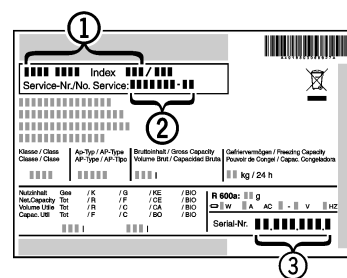

Fig. 9
- ▶ Designação da unidade *Fig. 9 (1)*, Serviço-Nº. *Fig. 9 (2)* e Nº de série. *Fig. 9 (3)* ler da placa de nome. A placa de nome se encontra no lado interno esquerdo da unidade.
- ▶ Comunicar o Serviço de Atendimento a Clientes e a falha, designação da unidade *Fig. 9 (1)*, Serviço-Nº. *Fig. 9 (2)* e Nº de série. *Fig. 9 (3)* comunicar.